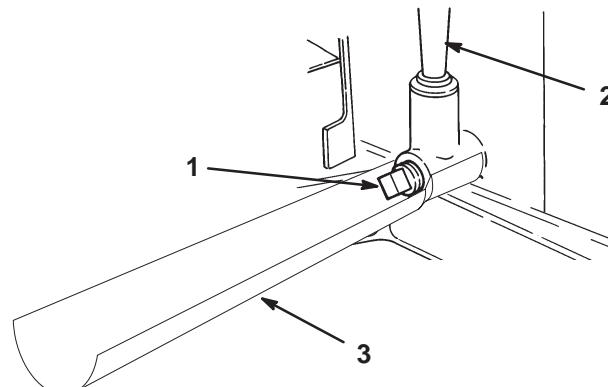

Figure 15
4. Placez l'entonnoir de vidange sous la jauge d'huile/le goulot de remplissage (Fig. 15).
5. Placez un bac de vidange sous l'entonnoir et retirez le bouchon de vidange (Fig. 15).